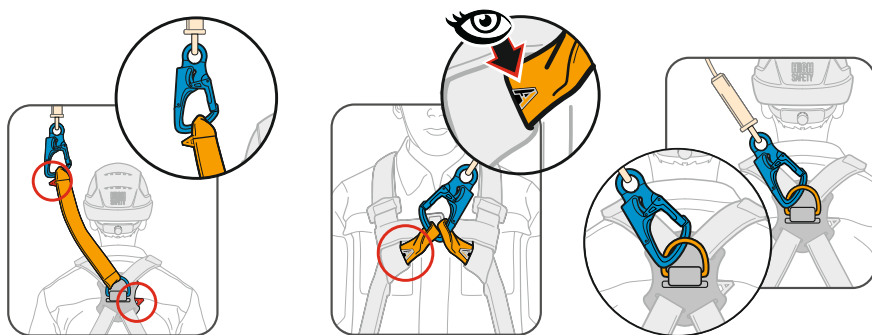

Рис. 7 Точки крепления привязи и страховочной подсистемы.
4. Соединить при помощи карабина страховочную подсистему (СЗВТ на консоли устройства BEREZA MAX) с точкой крепления на привязи (**рис. 7**).
Точка крепления страховочной подсистемы на страховочной привязи должна находиться выше центра тяжести работника (**рис. 7**).